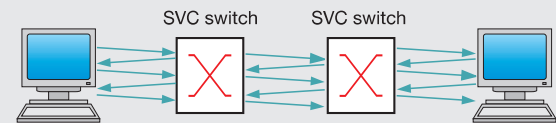

Bild 20: Aufbau einer SVC-Verbindung
Ohne Signalisierungsfähigkeiten (→ PVC) ist ein ATM-Netz wie ein Telefonnetz ohne Wählmöglichkeit. Man braucht quasi das „Fräulein vom Amt“ zur Vermittlung. In ATM-SVC-Netzen ist es Endgeräten möglich, Verbindungen dynamisch auf- und abzubauen. Dazu muß gewährleistet sein, daß sowohl ATM-Netzelemente (NE) als auch ATM-Endgeräte (TE) über gewisse „Eigenintelligenz“ verfügen und dieselbe „Sprache“ sprechen. Die „Intelligenz“ ist in diesem Fall die Signalisierung, die in den beteiligten Elementen durch ein Signalisierungsprotokoll (die gemeinsame „Sprache“) implementiert ist. Dies ist entsprechend aufwendig, noch nicht alle Netzelemente und Endgeräte beherrschen Signalisierungsfähigkeiten. Die Standards für die Signalisierungsprotokolle werden von der ITU-T (z. B. Q.2931) und dem ATM-Forum (z. B. UNI 3.1) entwickelt und weisen Unterschiede auf. Die ATM-Signalisierung funktioniert durch den Austausch von Botschaften, dargestellt im Bild 20 durch Pfeile.